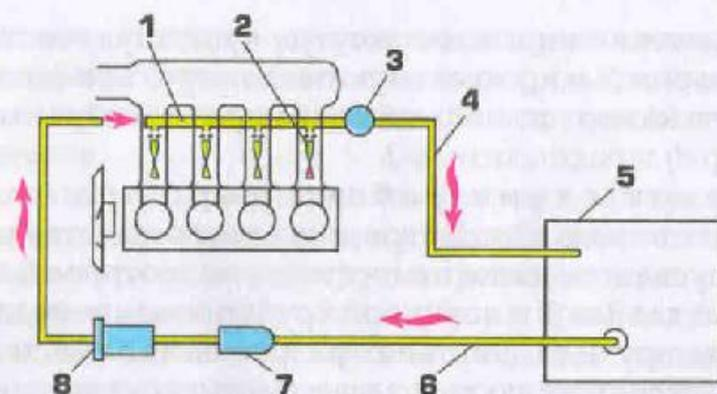

Рис. 14. Система впрыска топлива:
Система впрыска топлива (рис. 14) включает в себя топливный насос высокого давления с электроприводом (электробензонасос 7), топливный фильтр тонкой очистки 8, топливную рампу 1 с форсунками (по одной на каждый цилиндр), воздушный фильтр. Кроме того, двигатель оснащен датчиками массового расхода воздуха, температуры охлаждающей жидкости, положения коленчатого вала и др. Информация от датчиков поступает в управляющий компьютер (иначе его называют контроллером или электронным блоком управления — ЭБУ), который обрабатывает ее и на этой основе определяет основные параметры работы двигателя.
**Микропроцессорная система зажигания** является частью электронной системы управления двигателем с системой впрыска топлива (см. рис. 14). Эта система работает по принципу цифровой обработки информации. Контроллер управления системой впрыска рассчитывает момент зажигания и угол его опережения по информации, получаемой от датчиков системы. Ток высокого напряжения формируется по командам контроллера в блоке управления зажиганием, откуда поочередно поступает по проводам высокого напряжения к свечам. В микропроцессорной системе зажигания нет